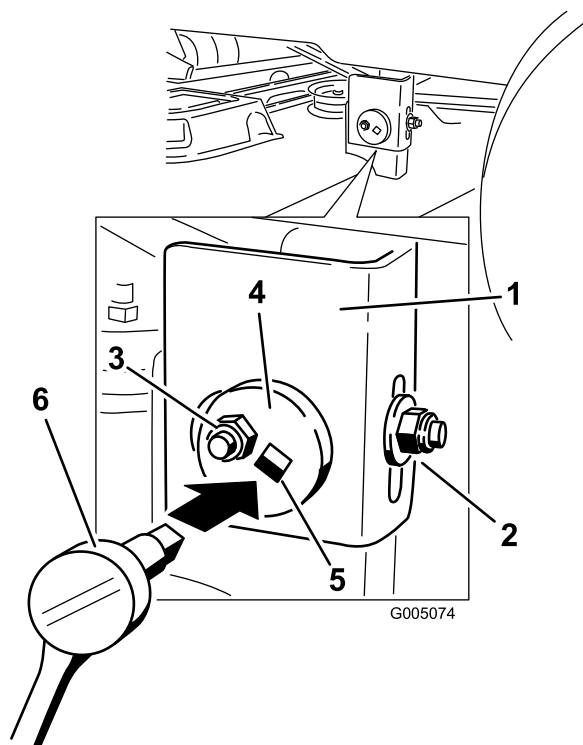

Figura 37
7. Vaya al lado izquierdo de la máquina. Afloje, pero no retire, la tuerca de bloqueo trasera de la pletina de suspensión (Figura 37).
8. Afloje la tuerca de bloqueo lateral de la pletina de suspensión lo suficiente para poder ajustar la placa excéntrica (Figura 37).
9. Cuando la carcasa esté en la posición deseada, apriete la tuerca de bloqueo lateral de la pletina de suspensión para fijar la posición nueva (Figura 37).